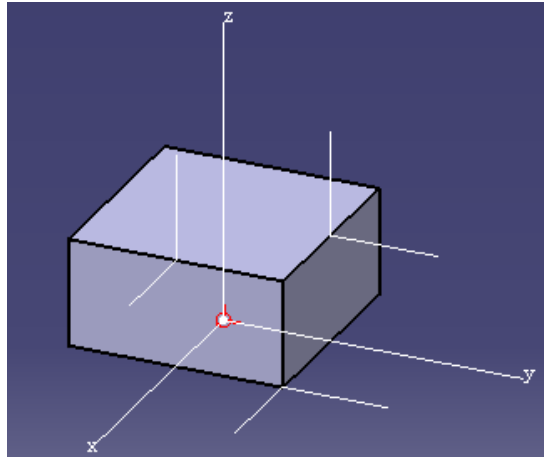

图 16-17
(2) 点击 **Generate** 键，其效果见图 16-17。